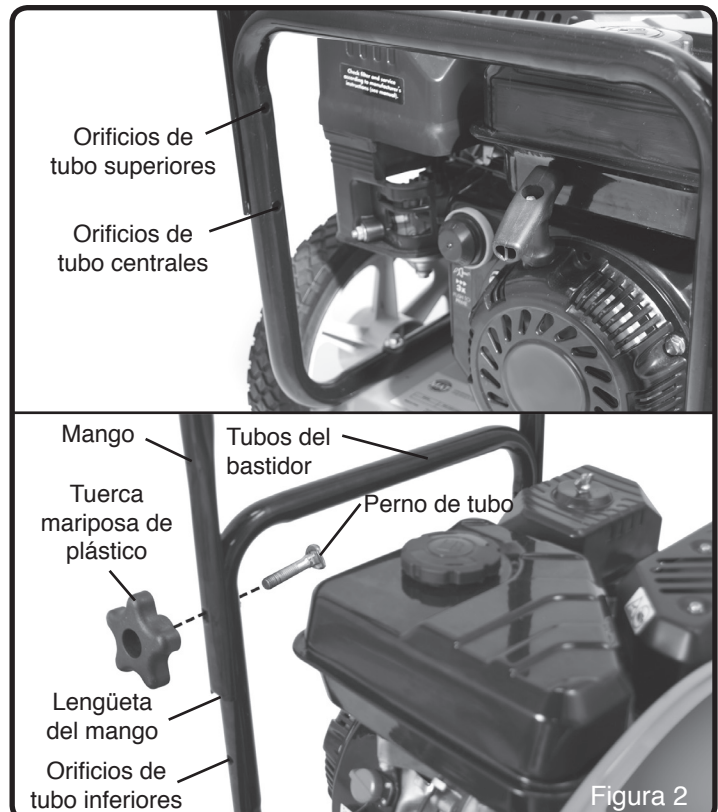

Figura 2
**NOTA:** El mango puede colocarse en dos posiciones – una posición alta y una posición baja. (Consulte la figura 2)
1. Monte las lengüetas del mango en los orificios situados en la parte inferior de los tubos del bastidor. Use los orificios inferiores para la posición baja del mango. Use los orificios centrales para la posición alta del mango. (Consulte la figura 2)
2. Fije el mango al tubo del bastidor con los (2) pernos de tubo y las (2) tuercas mariposa de plástico. Apriete firmemente a mano las tuercas mariposa. (Consulte la figura 2)